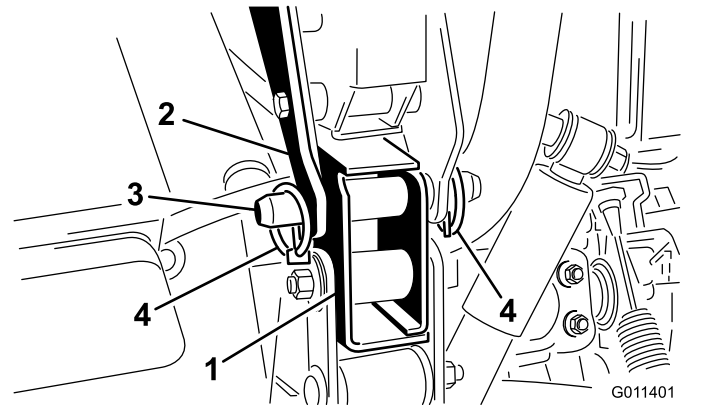

Figure 8
6. Fixez chaque support arrière au cadre du véhicule à l'aide d'un axe de chape et de 2 goupilles à anneau (Figure 8).